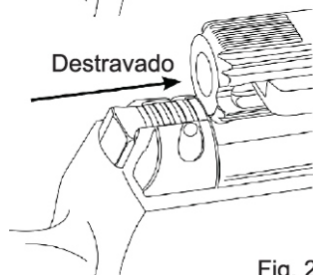

Fig. 2
• Para colocar a trava na posição "DESTRAVADO", empurre a trava manual para frente. Nesta posição o gatilho poderá ser puxado e a carabina de pressão estará pronta para ser disparada (Fig. 2). Quando aparece o sinal vermelho, a carabina de pressão está destravada.